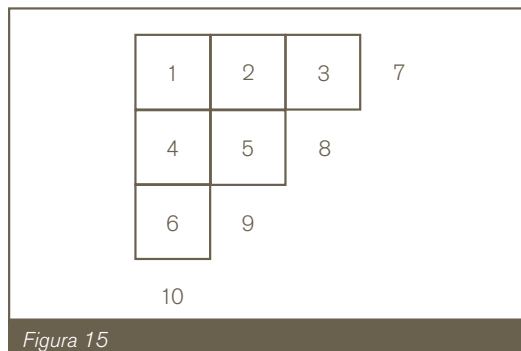

Figura 15
4.5 Completar cada cuadrícula (véase la Figura 15).